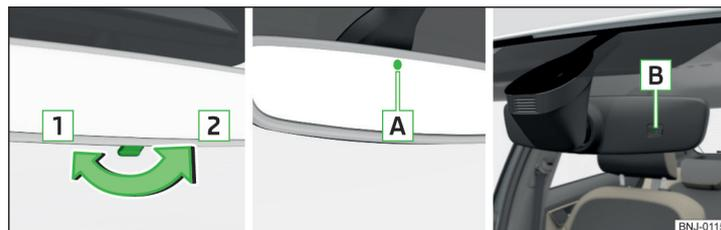

Fig. 58 **Retrovisor interior: con ofuscación manual / con ofuscación automática / sensor de luz**
**Espejo con ofuscación manual » fig. 58**
**Espejo con ofuscación automática » fig. 58**